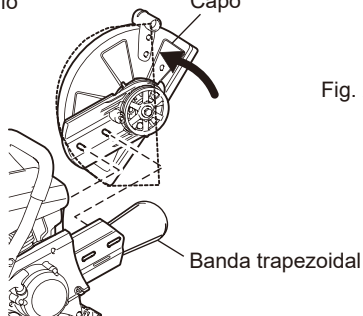

Fig. 2
- Gire el capó hacia la posición de la línea punteada. Quite la banda trapecoidal y luego quite el aditamento de corte del cortador. Vuelva a colocar la empuñadura. (Fig. 2)